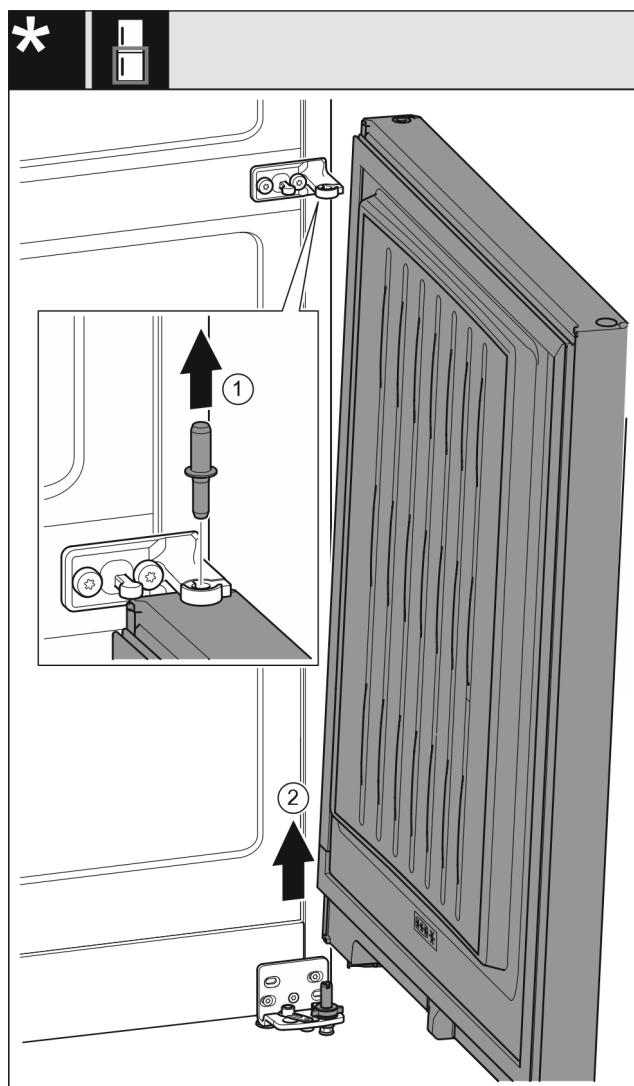

Fig. 8
- ▶ Estrarre il perno verso l'alto. Fig. 8 (1)
- ▶ Aprire la porta, estrarla verso l'alto e metterla da parte. Fig. 8 (2)